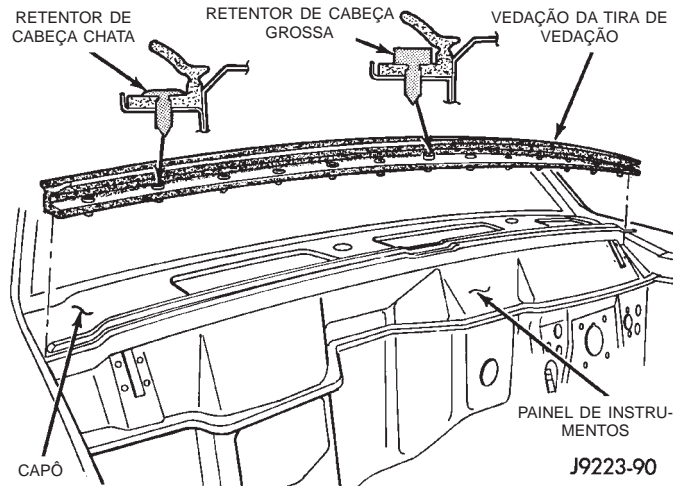

Fig. 10 Tira de Vedação do Capô
- (1) Levante a tira de vedação ao longo do comprimento.
- (2) Destaque os retentores da tira de vedação do painel do capô (Fig. 10).
- (3) Remova a tira de vedação do painel do capô.